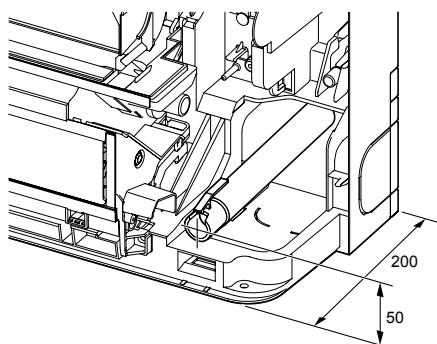

Fig. 5-3
• При прокладке дренажного трубопровода, убедитесь, что дренажный шланг проложен в соответствии с рисунком. (Fig. 5-3)